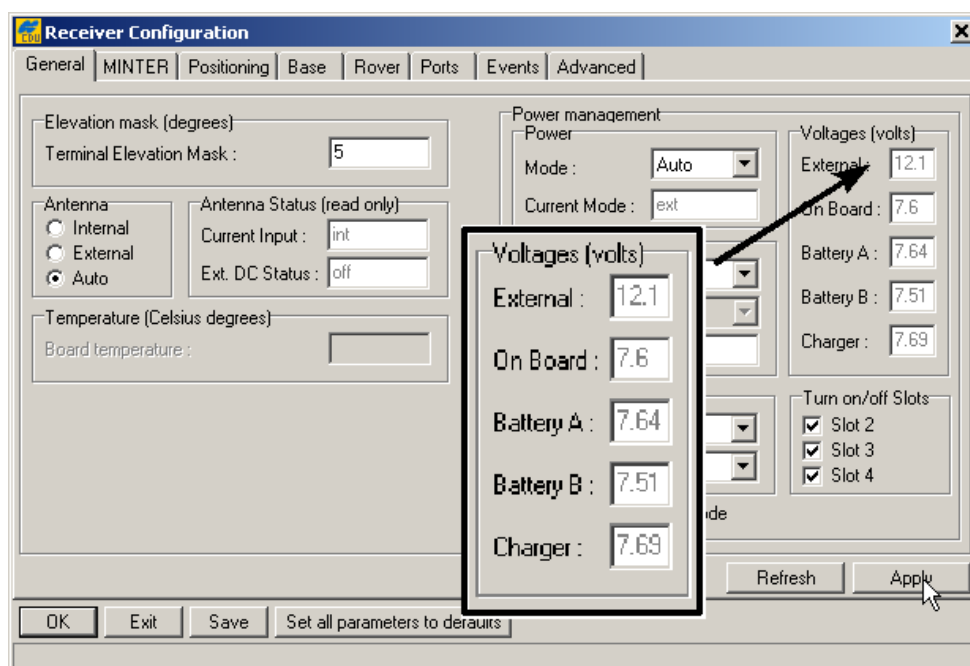

Рисунок 2-5. Просмотр вольтметров
7. В области *Voltages (Вольтметры)* (см. рис. 2-5 на стр. 2-8) отображаются текущие значения напряжений: